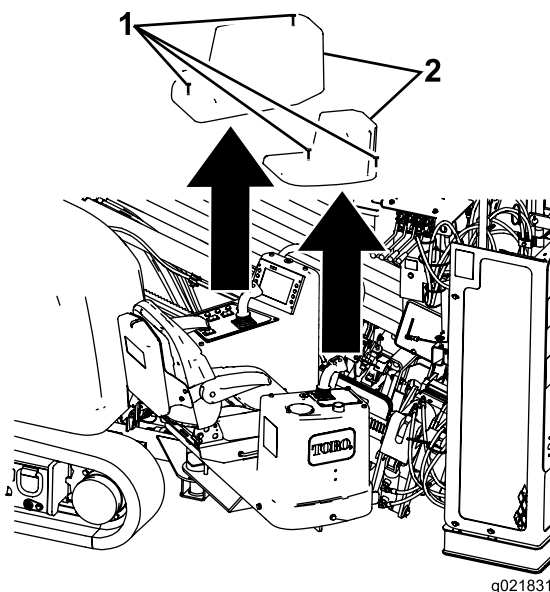

Figura 77
- Afloje los 4 tornillos que sujetan las fundas sobre las consolas del operador, y retire las fundas (Figura 77).